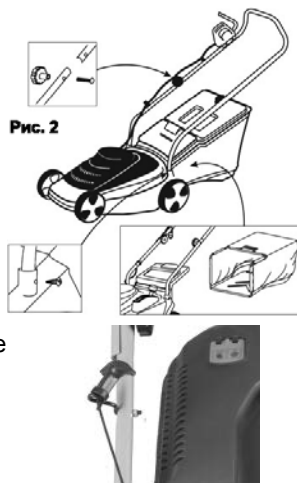

Рис. 2
- Установите нижние стойки рукоятки управления в посадочные отверстия на корпусе косилки. Зафиксируйте положение винтами (см. Рис.2)
- Горизонтальные стержни на металлическом каркасе при этом должны полностью заходить в пластмассовые крючки корпуса. (см. Рис.2.)